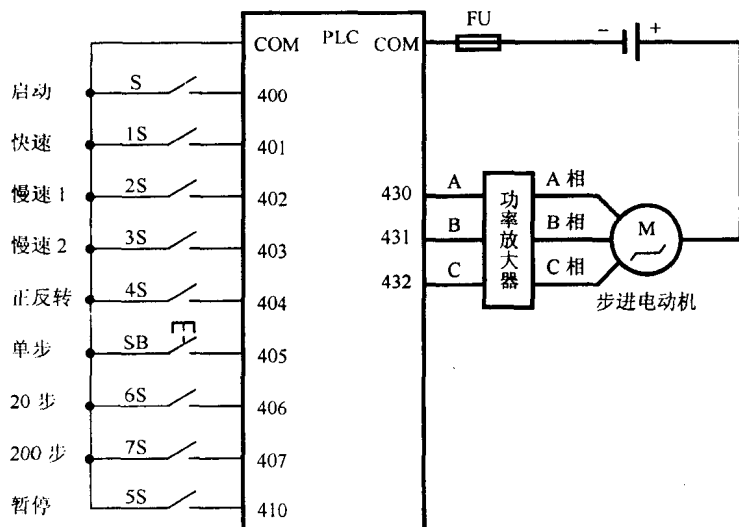

图 9.13 三相步进电动机 PLC 控制的实际接线图
- (1) 三相步进电动机 PLC 控制的实际接线图, 如图 9.13 所示。